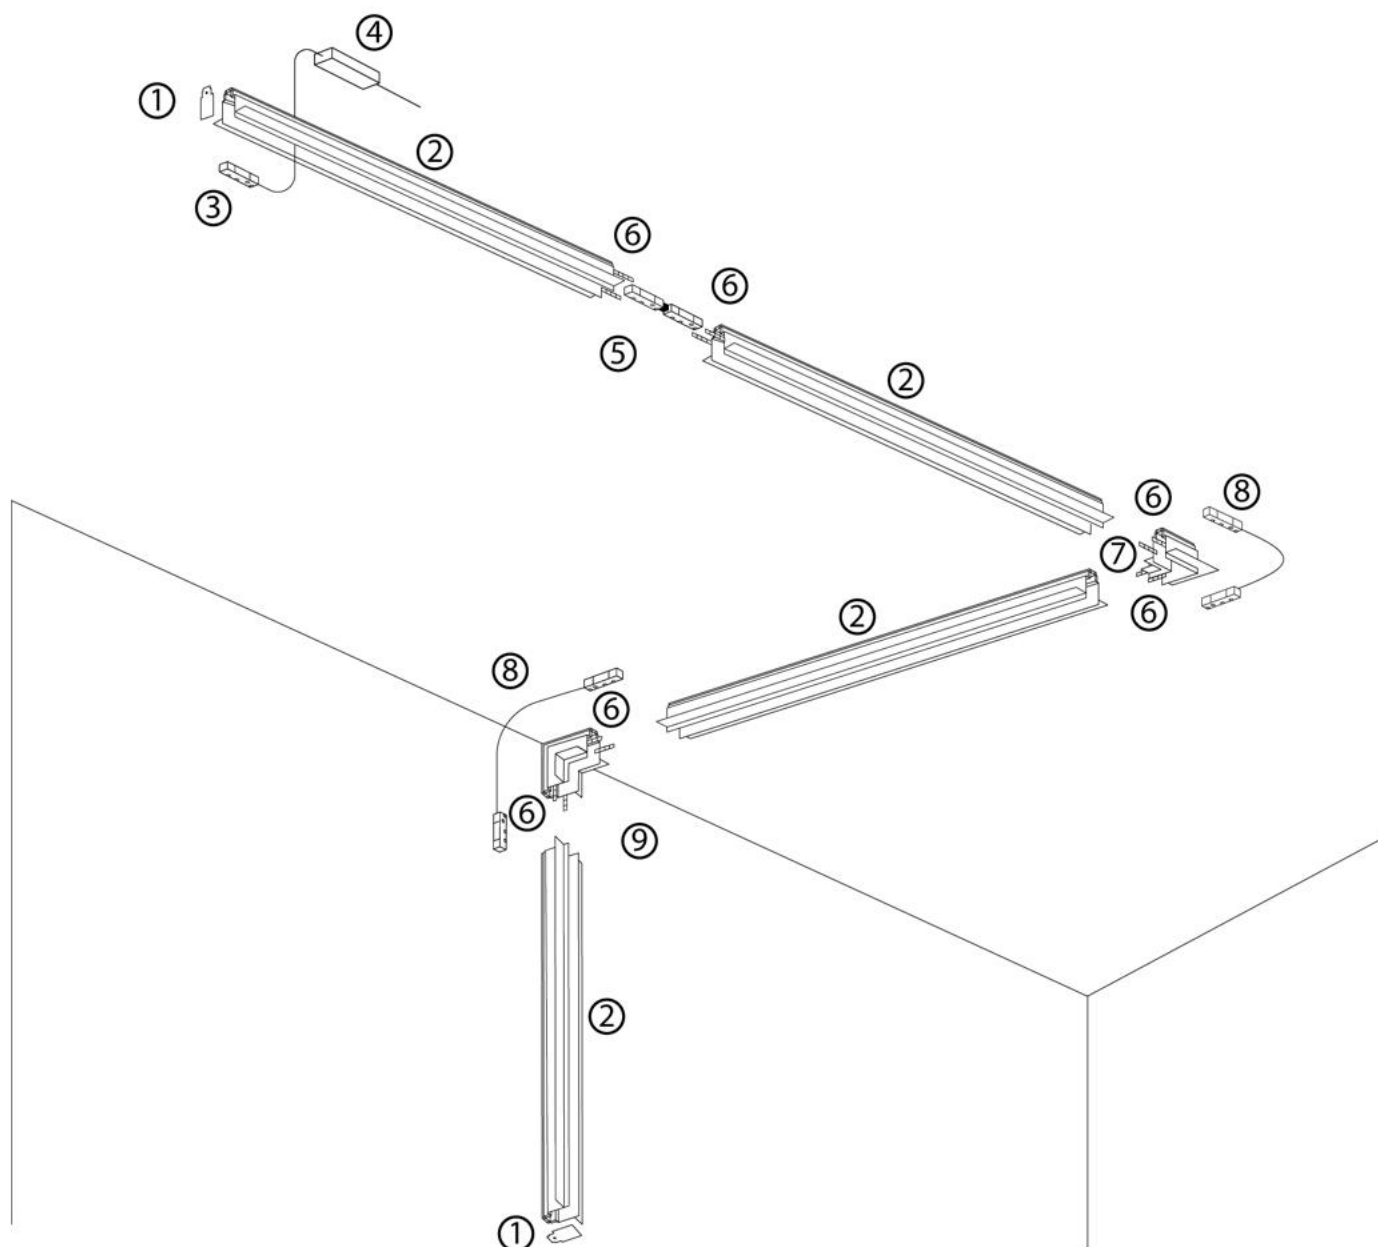

Рис. 2 Схема установки шинопровода CABM1001
- 6.3 Соберите необходимую вам систему шинпровода по аналогии со схемой, как показано на Рис. 2.